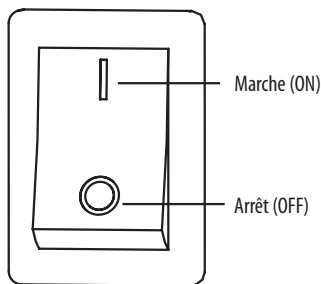

Figure 15
5. Si votre appareil est doté d'un interrupteur d'arrêt d'urgence, assurez-vous que l'interrupteur est placé à la position MARCHÉ (ON) (ligne continue) lorsque vous démarrez le moteur. Voir la Figure 15.
Pour arrêter le moteur en utilisant l'interrupteur d'arrêt d'urgence, placez l'interrupteur à la position ARRÊT (OFF) (cercle). Voir la Figure 15.